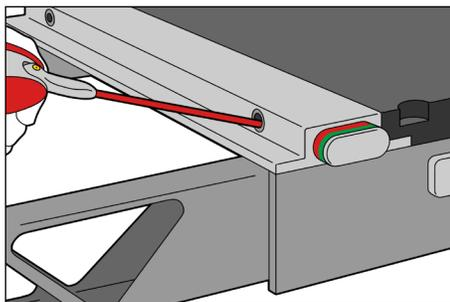

Abb. 4
4. Sprühen Sie Schmiermittel in die Aufnahmebohrungen. (Abb. 4)
6. Sprühen Sie nochmals Schmiermittel in die Aufnahmebohrungen. (Abb. 4)